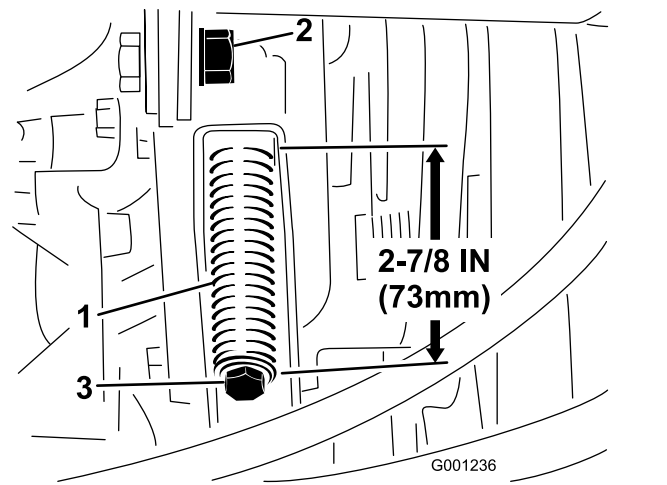

Figura 75
3. Desaperte a porca de segurança da barra de tensão (Figura 75).
4. Utilize uma chave de porcas com uma abertura de ½ pol. para apertar ou desapertar a mola tensora (Figura 75). Ajuste a mola de modo a ficar com um comprimento de 273 mm.
4. Utilizando uma chave de porcas com uma abertura de ½ pol., desaperte até ao fim a mola tensora da correia (Figura 75).
6. Instale a nova correia da tomada de força e ajuste a tensão da mola da polia para 73 mm de comprimento (Figura 75).
7. Aperte a porca de bloqueio (Figura 75) e feche o capot.